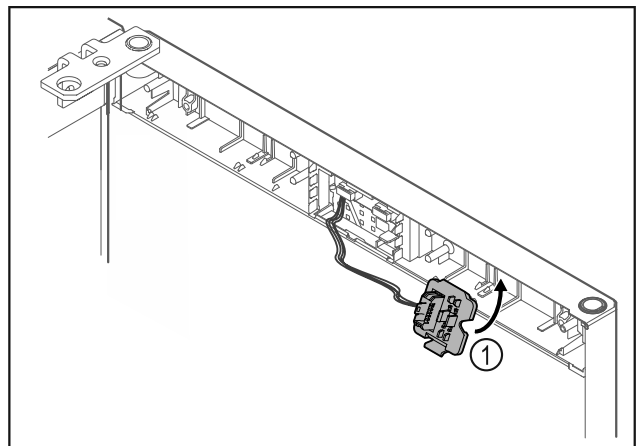

Fig. 17
- Stekkerhouder Fig. 17 (1) aan tegenoverliggende zijde vergrendelen.